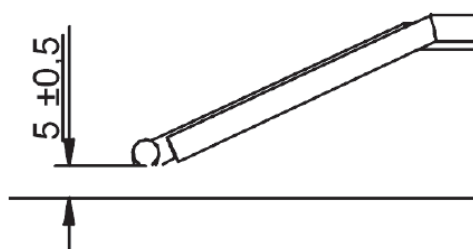

Fig.23 Distance entre l'électrode et le brûleur
- La distance entre l'électrode et le brûleur doit être égale à (\pm) mm (figure 23).